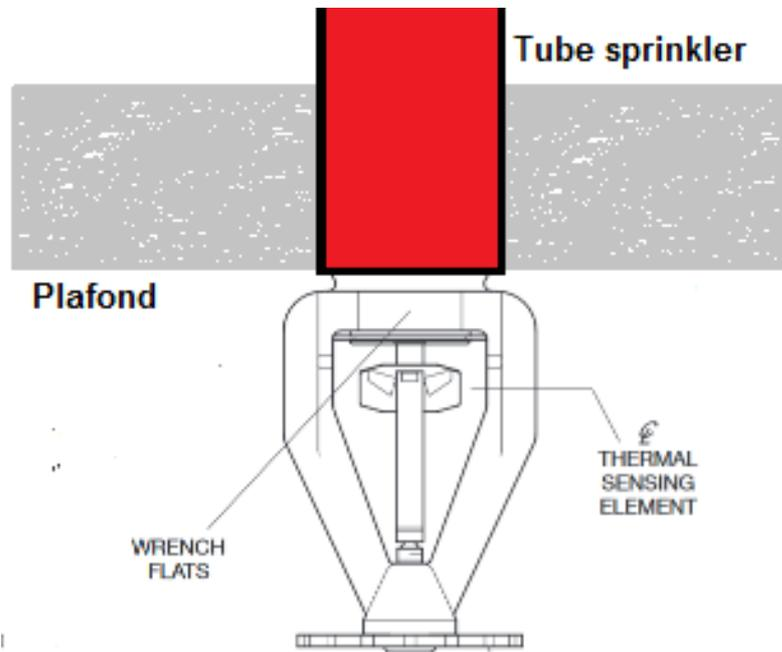

Figure 2. Tête dans zones Frais et Volaille
- 3.2. Pour les zones « Frais » et « Volaille », les têtes sprinkler au toit doivent être à fleur de plafond et alimentées par le réseau dans les combles chauffés (+5° minimum). Aucune chandelle ne doit être visible dans la zone à protéger. (Voir figure 2)